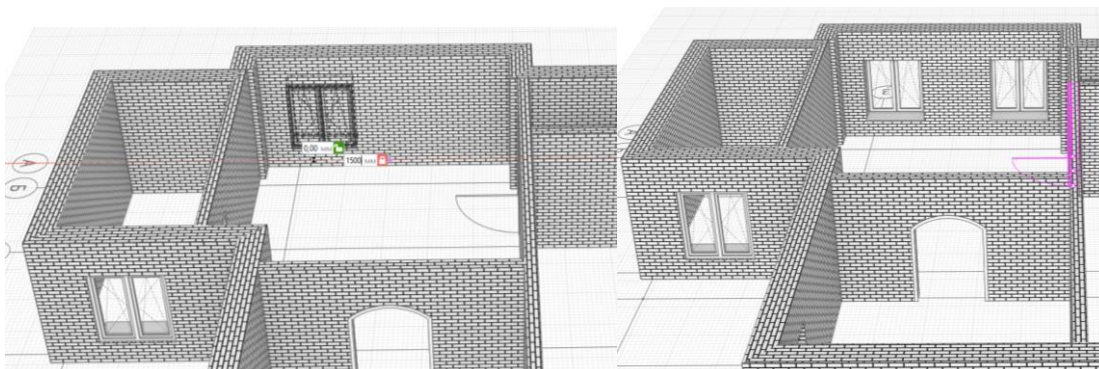

Рис. 11 Вставка окон
5. Вставляем следующее окно (рис. 11). Параметры соответствуют предыдущему окну.